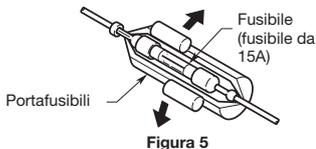

Figura 5
- Per sostituire il fusibile, rimuovere il vecchio fusibile del cavo di alimentazione e inserirne uno nuovo. (Figura 5)